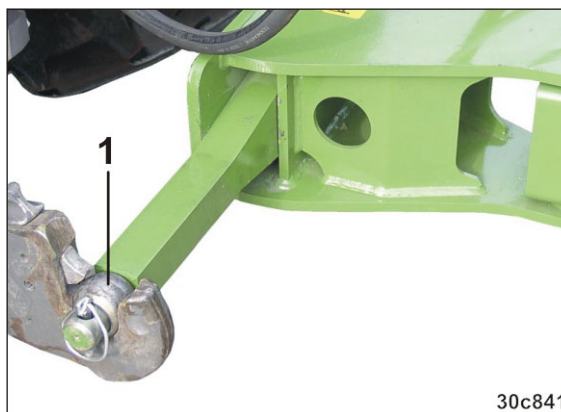

Рис. 144
3. Установите на каждый палец нижней тяги шариковую втулку (Рис. 144/1) с крепёжной чашкой.